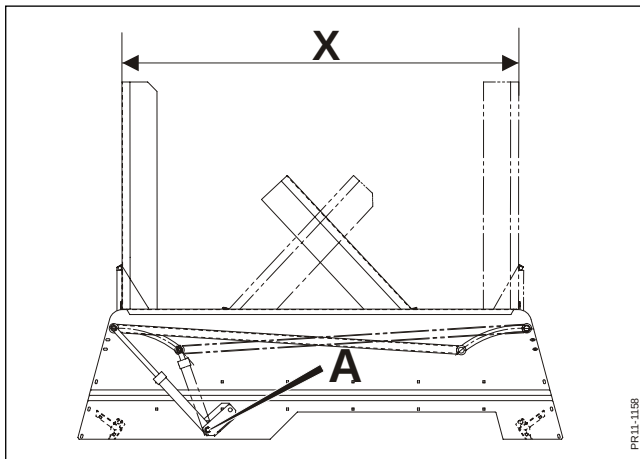

Fig. 3-36
- Fig. 3-36 Cylinderen for skårskærmene kan monteres i 2 positioner på maskinen. Pos. **A** er standardindstilling, hvor skårskærmene bevæges i fuldt udslag og afstanden **x** mellem skærmene er maksimal.